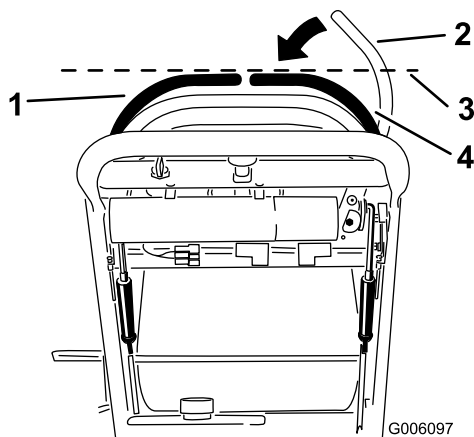

Bild 41
3. Drücken Sie den rechten Fahrtriebshebel nach unten und außen aus der arretierten Neutral-Stellung (Bild 41).
4. Prüfen Sie, ob er horizontal mit dem linken Fahrtriebshebel ausgerichtet ist (Bild 41).